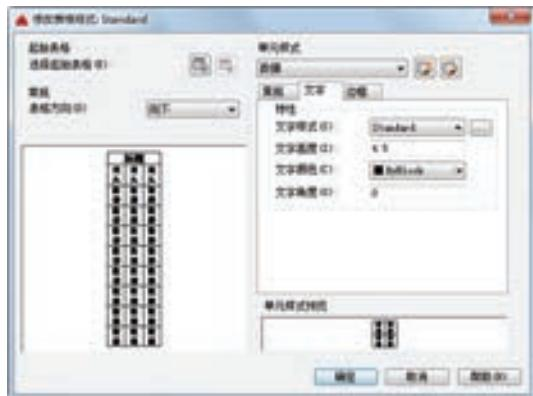

图 8-143 “修改表格样式：Standard”对话框
3) 单击“修改”按钮，弹出“修改表格样式：Standard”对话框，如图 8-143 所示。在该对话框中进行设置：数据文字样式为“Standard”，文字高度为“4.5”，文字颜色为“ByBlock”，填充颜色为“无”，对齐方式为“正中”；在“边框特性”选项组中单击其下第一个按钮，栅格颜色为“洋红”；没有标题行和列标题，表格方向向下，水平单元边距和垂直单元边距都为“1.5”。